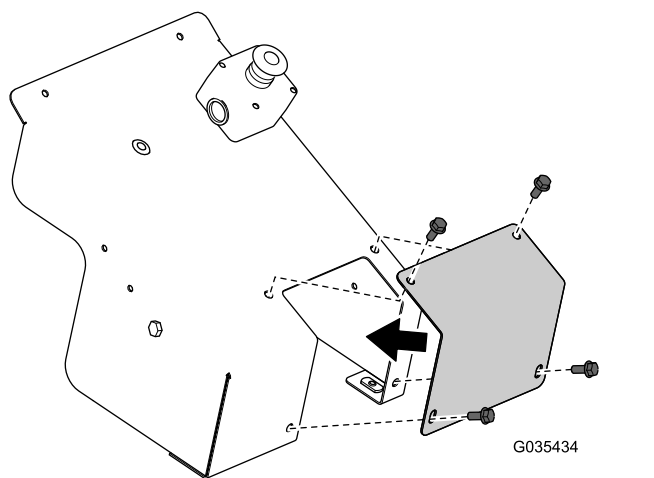

Рисунок 21
12. Установите ранее снятую крышку устройства перехода на ручное управление на крышку при помощи соответствующих крепежных деталей (Рисунок 21).